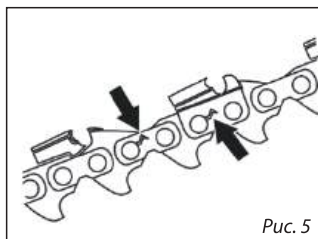

Рис. 5
- Убедитесь, что паз в кромке шины чист (Рис. 5). При необходимости очистите.